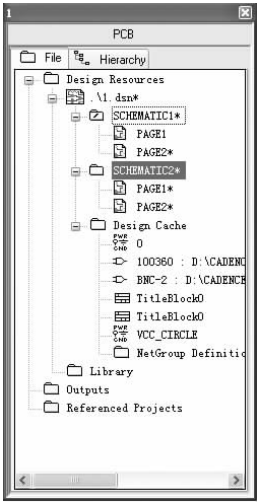

图 3-18 新建图页文件
3) 单击 按钮，完成图页的添加，使用同样的方法继续添加图页文件，结果如图 3-18 所示。